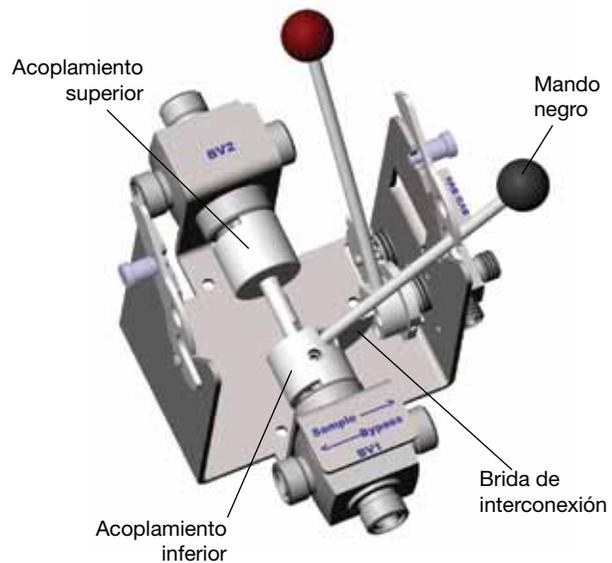

Fig. 2
2. Configuraciones 3 y 4: Desmonte la brida de interconexión. Fig. 2.
3. Desmonte la varilla del mando negro girándola en sentido antihorario. Fig. 2.
4. Afloje los dos tornillos de ajuste del acoplamiento superior. Fig. 2.
5. Afloje el tornillo de ajuste del acoplamiento inferior. Fig. 2.